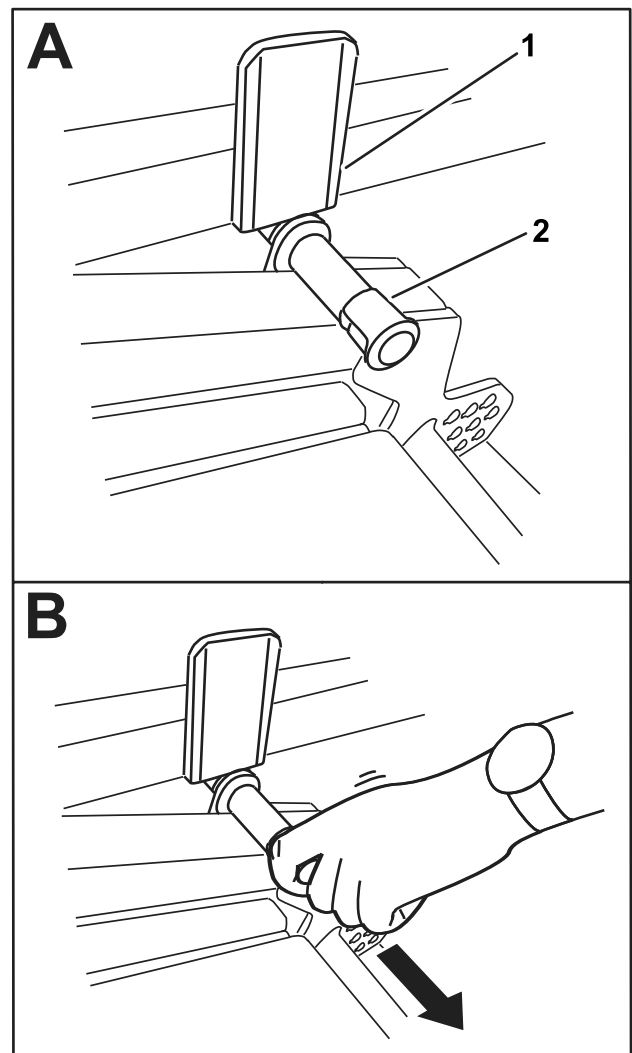

Рисунок 40
2. Медленно поверните режущий блок вниз до контакта штифта с пластиной подъемного рычага (А на Рисунок 40).
3. Нажмите ногой вниз на режущий блок и затем выньте штифт (В на Рисунок 40), чтобы режущий блок мог установиться в положение TRANSPORT (ТРАНСПОРТИРОВКА).